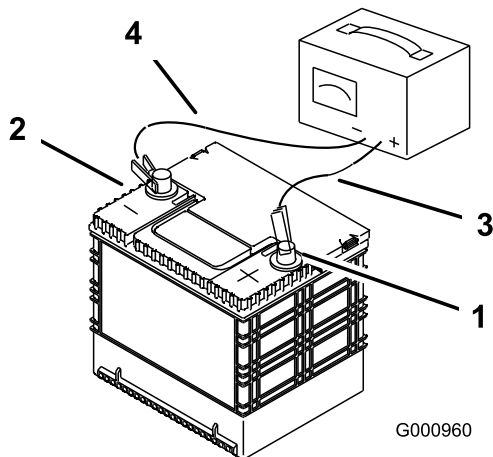

Figure 69
3. Quand la batterie est chargée au maximum, débranchez le chargeur de la prise, puis débranchez les fils du chargeur des bornes de la batterie (Figure 69).